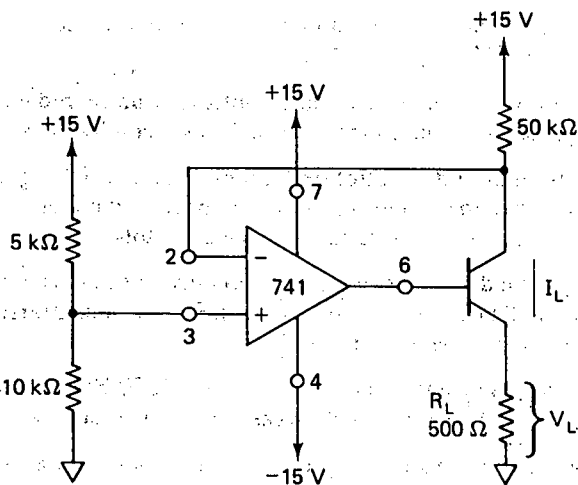

FIGURA P5-7
- 5-7. Para la fuente de corriente constante que aparece en la figura P5-7: (a) trace la flecha del emisor y señale si el transistor es *nnp* o *pnp*; (b) obtenga I ; (c) encuentre V_L .